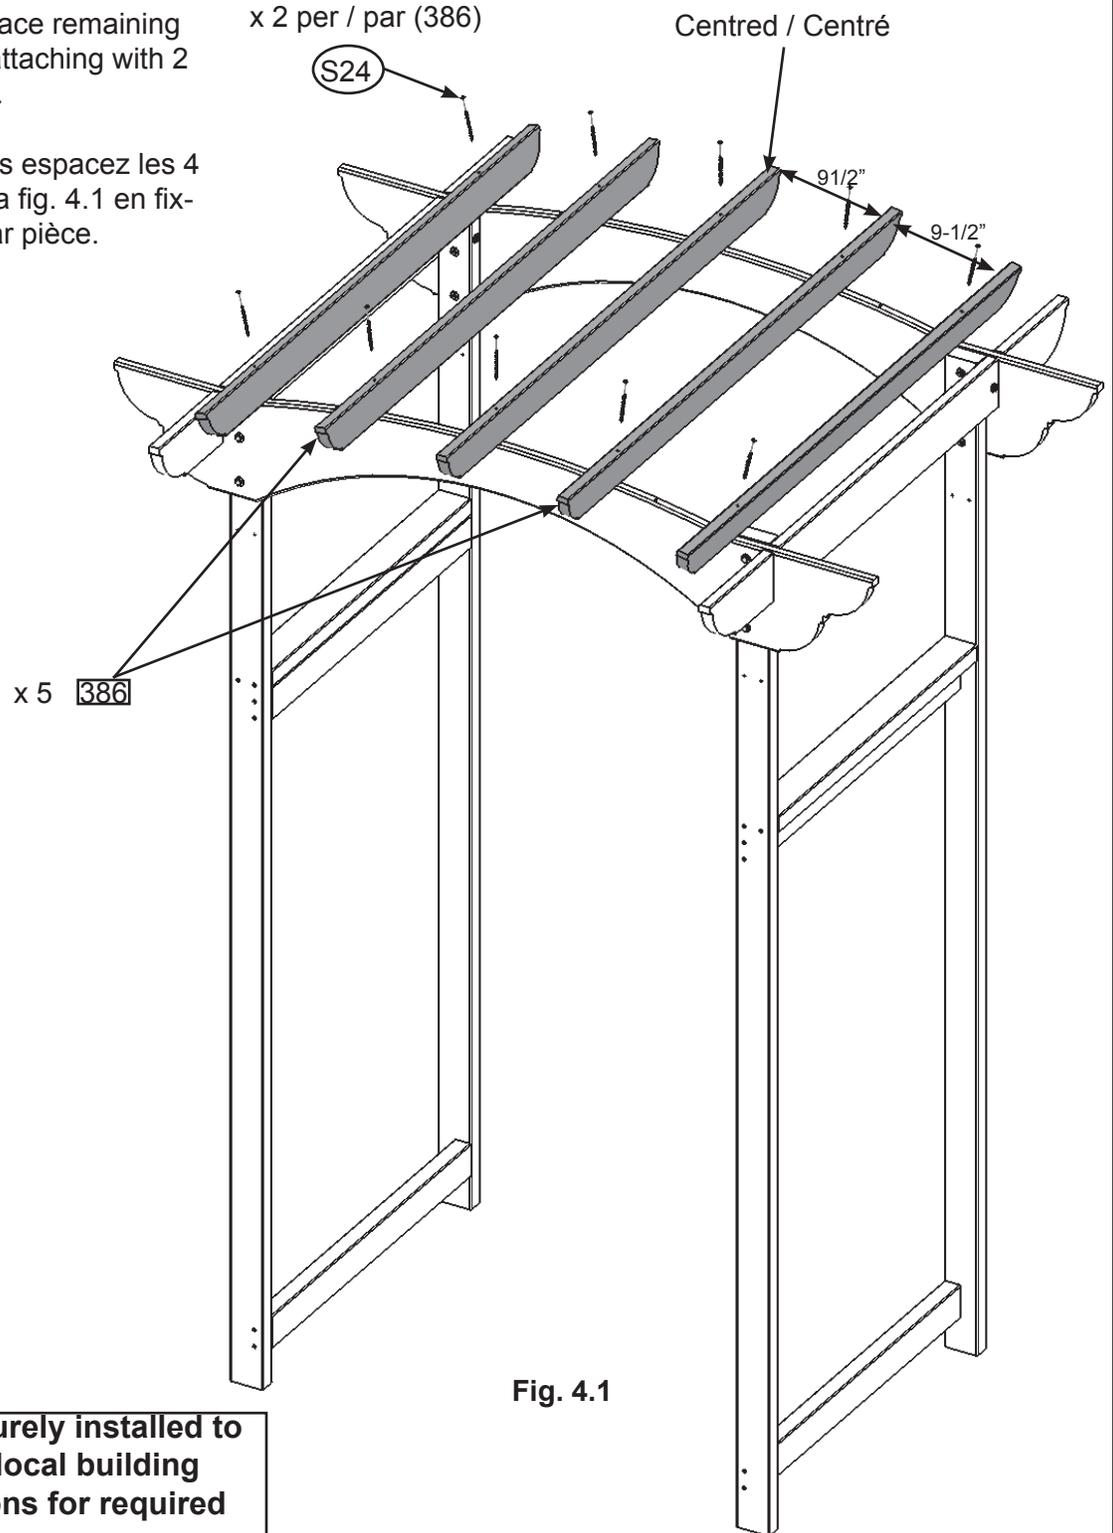

Fig. 4.1
A: Centre first (386), then space remaining 4 (386), as shown in fig. 4.1 attaching with 2 (S24) wood screws per piece.
Centrez d'abord un (386), puis espacez les 4 autres (386), tel qu'illustré à la fig. 4.1 en fixant avec 2 vis à bois (S24) par pièce.